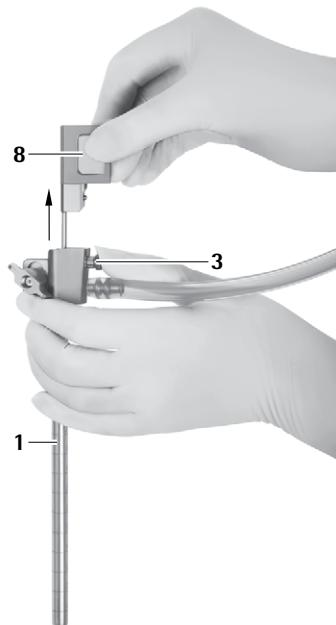

Fig. 10
- Premir o botão de desbloqueio 3 e retirar cuidadosamente o obturador para o canal óptico 8 do trocante MINOP InVent 1, ver Fig. 10.